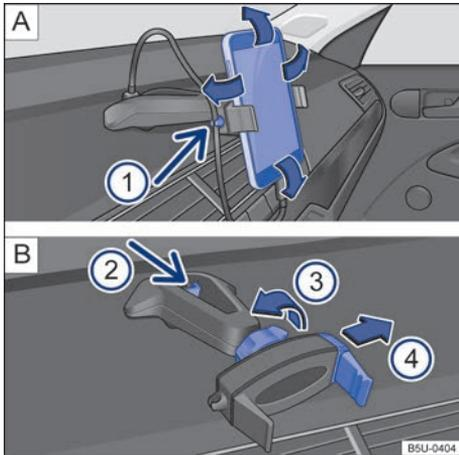

Fig. 189 En la consola central: soporte para smartphone y ajustes.
- Sujetar el soporte con una mano y presionar la tecla de desbloqueo → **fig. 189 B** (2) (flecha).
- Con la varilla → **fig. 189 B** (4) mover en la dirección de la flecha, e instalar el smartphone en el alojamiento.
- Con la otra mano mover la varilla → **fig. 189 B** (4) hasta que se pueda retirar el aparato del alojamiento.
- Colocar el cable USB en la entrada cargador USB del soporte existente en el panel de instrumentos → **fig. 189 A**.
- Sujetar el cable en el soporte → **fig. 189 A** (1).
- Para liberar el movimiento del soporte, girar la traba → **fig. 189 B** (3) en la dirección opuesta de la flecha.
- Para fijar la posición, girar la traba en el sentido de la flecha (3) → **fig. 189 B** hasta la fijación completa del soporte.
i El soporte para smartphone tiene una garantía de 3 años, con excepción de la varilla deslizante (garra) → fig. 189 **B** **4** que tiene garantía de 1 año. ▶